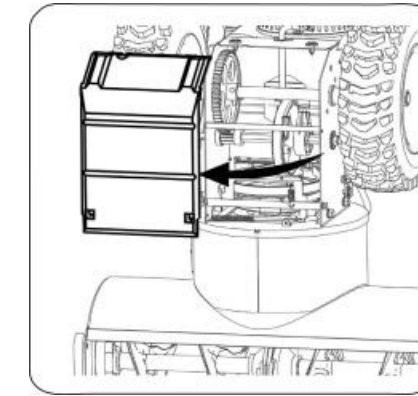

Рисунок 22
2. Осторожно повернуть снегоуборщик вверх и вперед так, чтобы он опирался на кожух шнека. Снять крышку рамы с нижней стороны снегоуборщика, отвернув четыре крепящих его самореза (см. рис. 22).